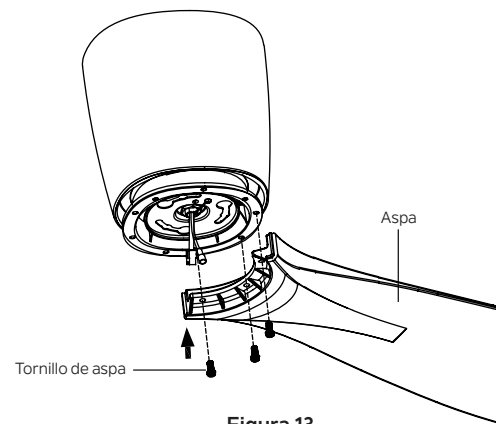

Figura 13
**Paso 1.** Fije las aspas del ventilador al volante usando los tornillos de las aspas y apriételos firmemente. (Figura 13)